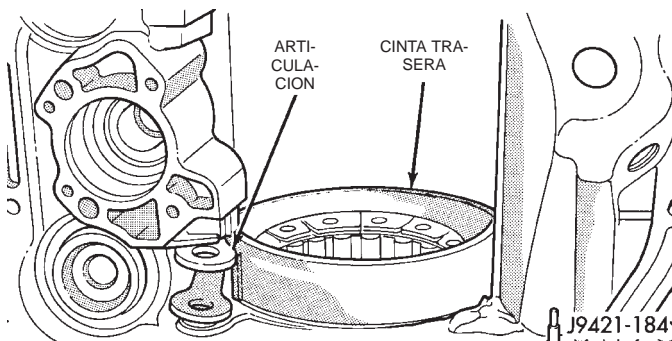

Fig. 88 Cinta trasera y articulación
(31) Retire de la transmisión la cinta trasera y la articulación (Fig. 88).